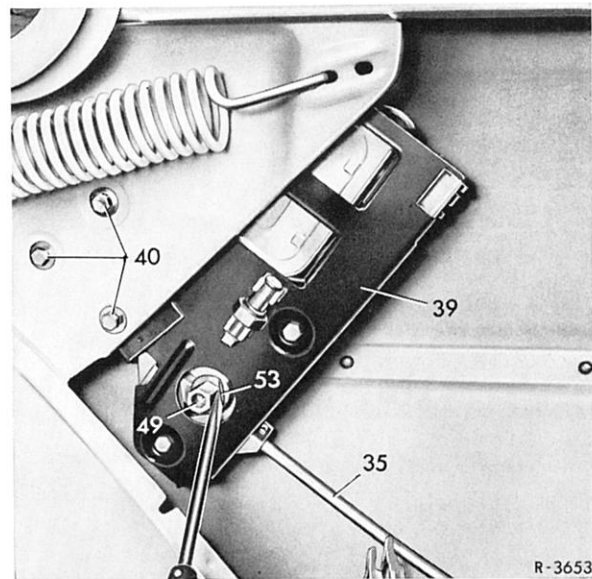

Bild 78–1/15
- 2 Sicherung (53) der Kontermutter (49) am Getriebe (Führungsmutter für Notkurbelbetätigung) lösen und Kontermutter abschrauben (Bild 78–1/15).
- 3 Befestigungsschrauben (43) des Getriebedeckels (42) herausdrehen (Bild 78–1/16 und 17).
- 4 Getriebedeckel abnehmen und das große Zahnrad (44) samt Antriebswelle (45) herausnehmen (Bild 78–1/18).
- 5 Halter (39) mit Motor und Getriebe abschrauben und vorsichtig vom Teleflex- und Auslaufrohr (35) trennen (Bild 78–1/15).